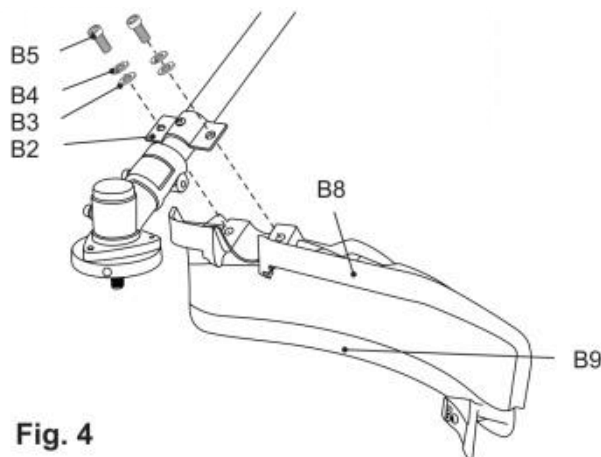

Fig. 4
9) Zet de verbinding vast met bouten (B5) , veerringen rs((B4)) en ringen (B3)) met behulp van gereedschap (E4) .(Fig.4).